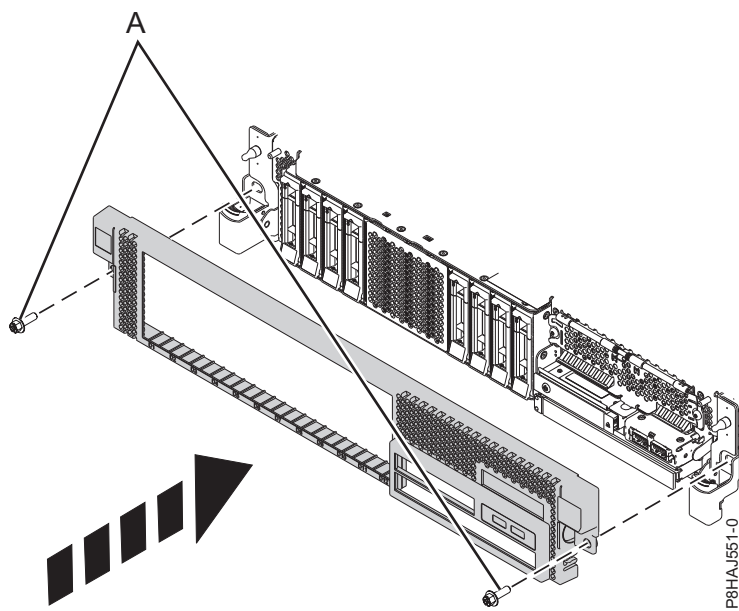

Figura 32. Instalación de la cubierta frontal
3. Cierre los pestillos de liberación empujando en la dirección que se muestra en Figura 32 en la página 50. La cubierta se insertará en su posición y dispone de una hendidura que le permite sujetarla más fácilmente.
4. Sustituya los tornillos de envío (A).